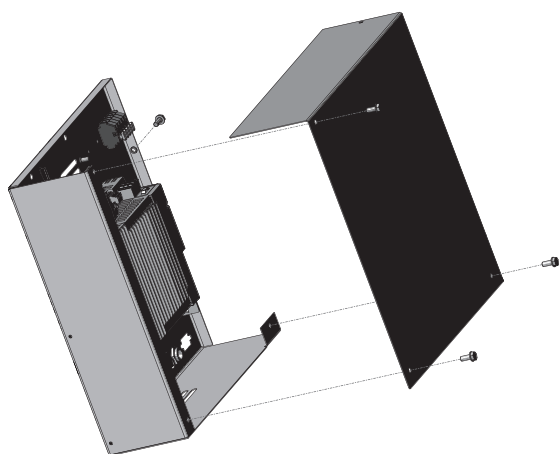

Fig. 149 Rimuovere la copertura del quadro di comando 4
- Montare il quadro di comando 4, rimuovere le 4 viti della copertura del quadro di comando 4 e togliere la copertura – Fig. 149.